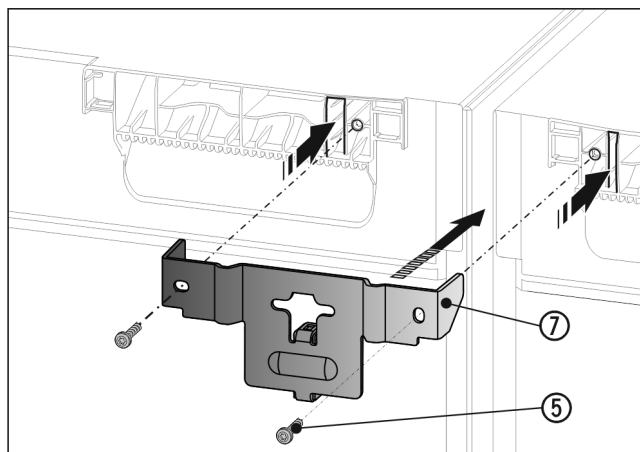

Fig. 18
- ▶ Deslice la escuadra Fig. 18 (7) junto con la pieza distanciadora entre los aparatos introduciendo las solapas en el techo del aparato. Apriétela con los 2 tornillos Fig. 18 (5).